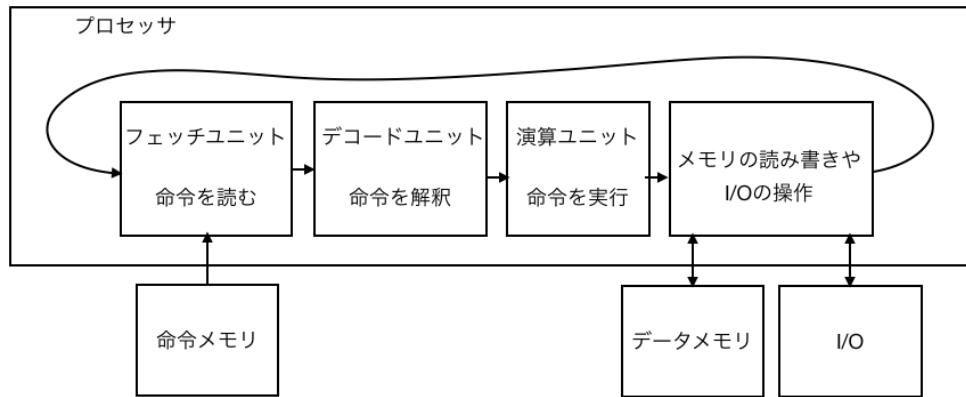

図6 今日のプロセッサの典型的な構成方式。処理性能向上のために、各ユニットは可能な限り並行に動作するように工夫されることが多い。
■ソフトウェア・プログラミング 今日のプロセッサの基本的な構成方式は、図 6 に示すノイマン型アーキテクチャと呼ばれる方式です。ノイマン型アーキテクチャがプログラムを実行する手順はおよそ次の通りです。